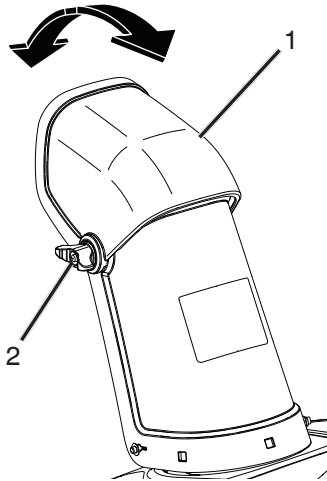

Figure 19
2. Pour augmenter ou diminuer l'angle du déflecteur de goulotte, desserrer les deux boutons du déflecteur de goulotte sur le déflecteur de goulotte, soulever ou abaisser le déflecteur de goulotte à la position désirée et resserrer les boutons (Figure 19).